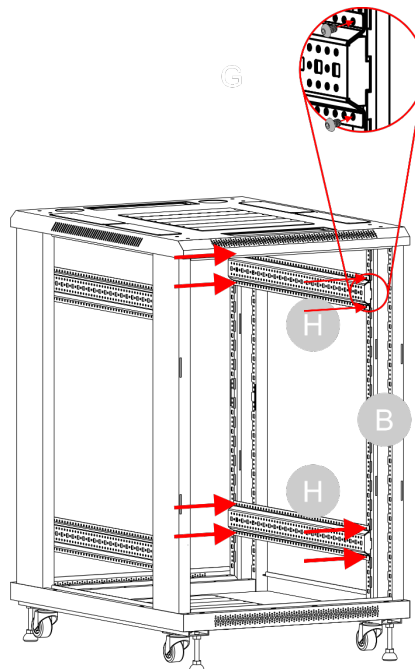

Fig. 30
- 14) Fissare le **staffe orizzontali (H)** ai 2 **telai (B)** con **viti 4 x 2 (O)** sui 4 angoli superiori dell'armadio e con **viti 4 x 2 (O)** sugli angoli inferiori dell'armadio, come illustrato nella Fig. 30.